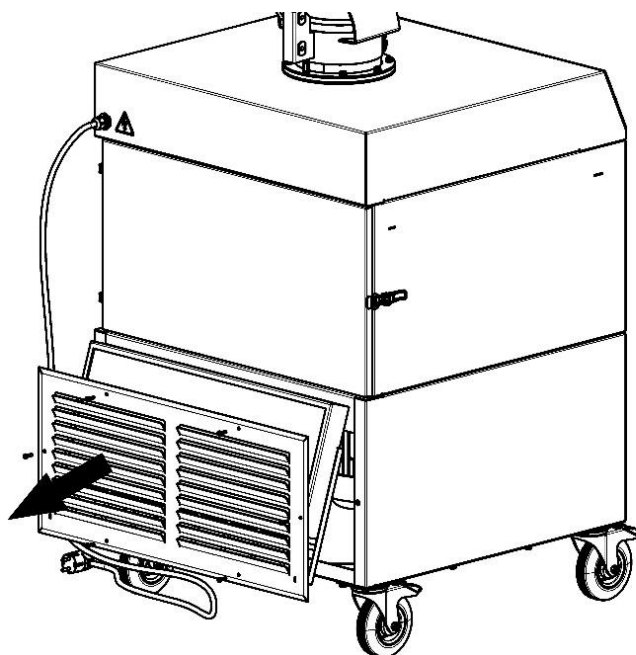

Рисунок 7
- 1) вывинтить винты и демонтировать решётку выпускную (рисунок 7);